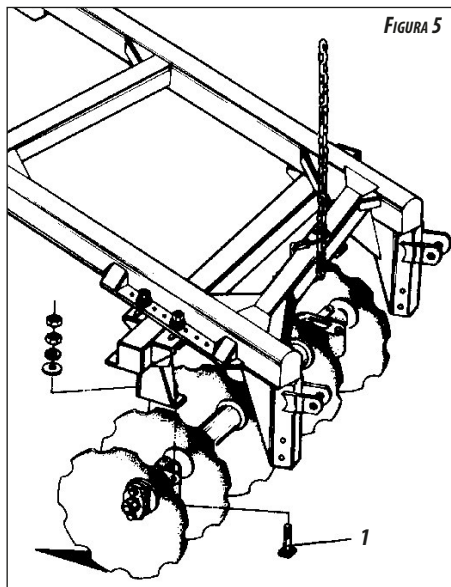
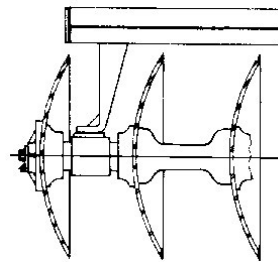

FIGURA 5
FIGURA 6
- Levantar una parte del cuerpo principal (delantera o trasera), poner el conjunto de los discos en línea. Observar la disposición de los mismos en la figura 3. Hacer coincidir los agujeros de los soportes de la armación con los agujeros de los cojinetes, y ejecutar el montaje a través de los tornillos (1) **figura 5**, observando que el soporte de fijación (porta cojinetes / porta discos) debe quedar direccionado para la concavidad del disco conforme **figura 6**.